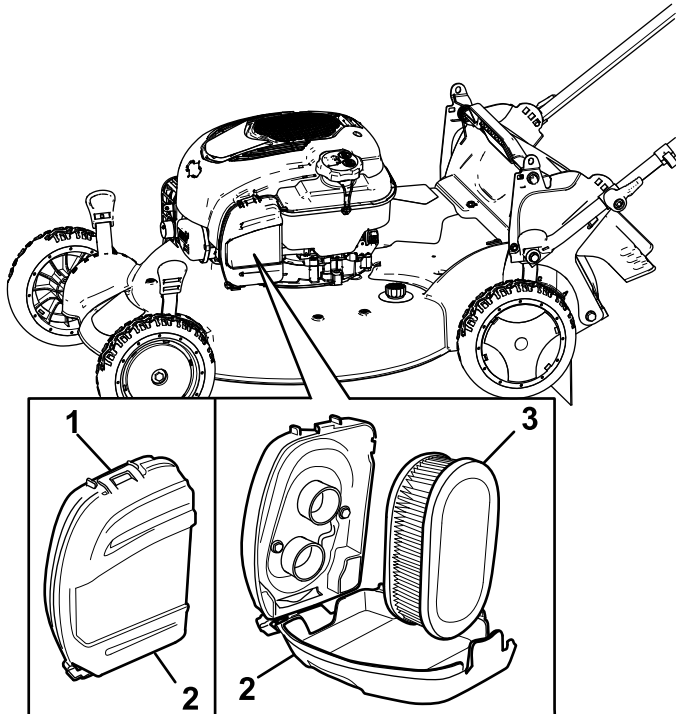

Figura 32
1. Abra los cierres de la parte superior de la tapa del filtro de aire (Figura 32).
2. Retire el filtro de aire (Figura 32).